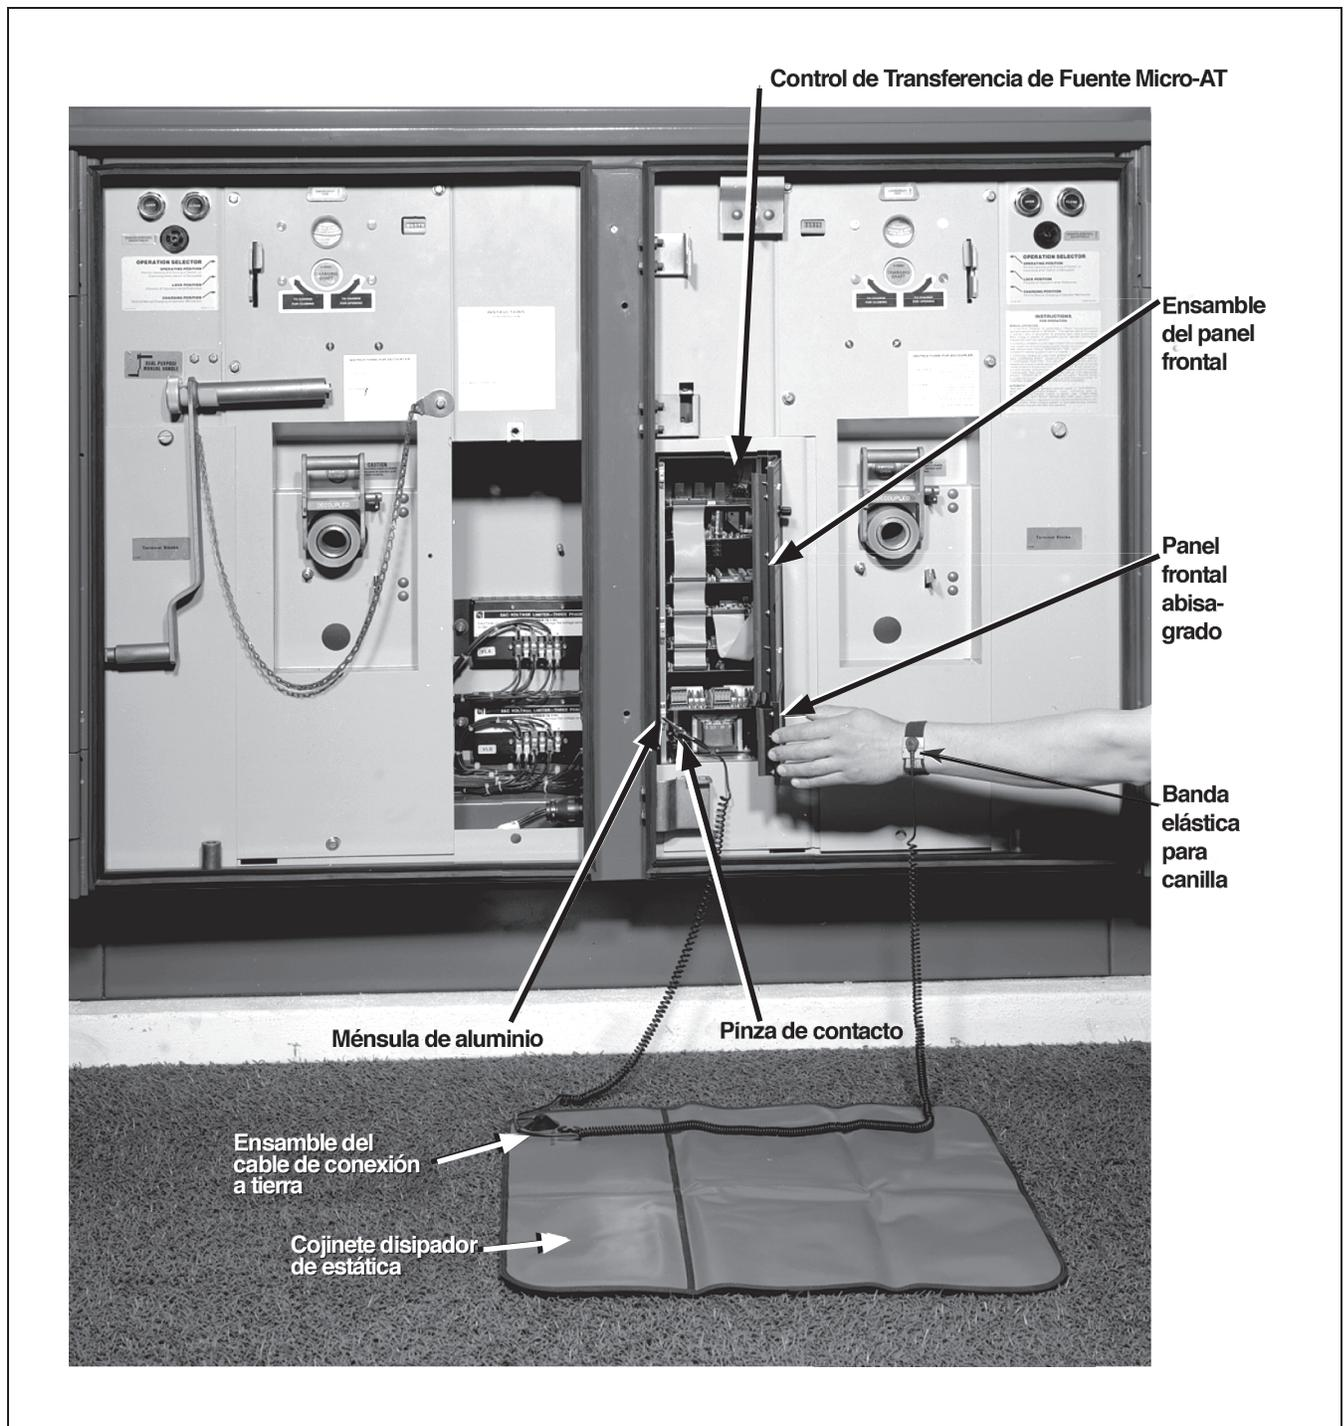

Figura 2. Configuración del Paquete Portátil de Servicio Disipador de Estática 3M 8501.
PASO 4. Abra el cojinete disipador de estática enfrente del Control de Transferencia de Fuente Micro-AT. Ver Figura 2 en la página 7.
PASO 5. Afloje los dos tornillos que sujetan el ensamble del panel frontal y abra dicho ensamble. También afloje el tornillo que sujeta el panel inferior abisagrado y abra dicho panel. Ver Figura 2 en la página 7.
PASO 6. Sujete el ensamble del cable de conexión a tierra sobre el cojinete utilizando un broche de presión. Ver Figura 2 en la página 7.
PASO 7. Sujete la pinza de contacto de la conexión eléctrica más corta de los dos cables a una de las tres ménsulas de aluminio del gabinete de control de transferencia de fuente. Ver Figura 2 en la página 7. En general resulta más conveniente utilizar la ménsula más baja.
PASO 8. Cóloquese la banda elástica para canilla y sujétela de manera que le quede cómodamente. Sujete la más larga de las dos conexiones eléctricas a la banda para canilla. Ver la Figura 2 en la página 7.
- PASO 2.** Sujete el ensamble del cable de conexión a tierra sobre el cojinete utilizando un broche grande de presión. Ver Figura 2 en la página 7.
- PASO 4.** Cóloquese la banda elástica para canilla y sujétela de manera que le quede cómodamente. Sujete la más larga de las dos conexiones eléctricas a la banda para canilla utilizando el pequeño broche de presión de plástico. Ver Figura 2 en la página 7.